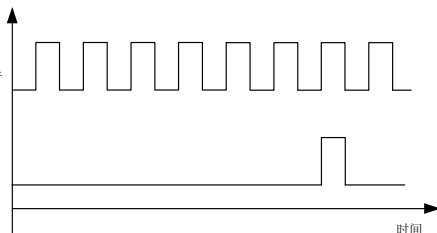

图 7-10 程序运行输出
- 程序运行阶段完成：每个阶段完成时刻，发送一个 500mS 的脉冲信号，如图 7-10 所示。
- 程序运行循环完成：7 段程序完成时刻，发送一个 500mS 的脉冲，如图 7-10 所示。